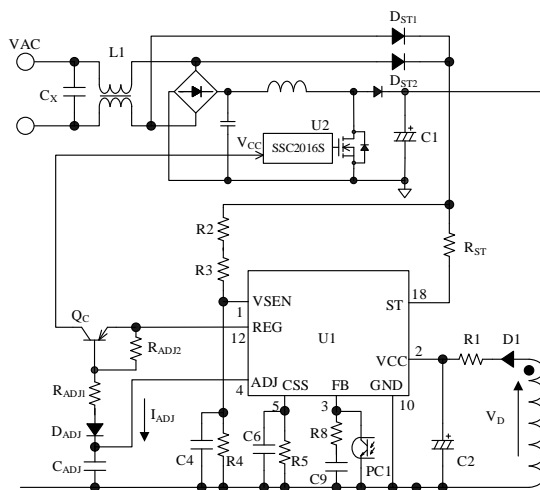
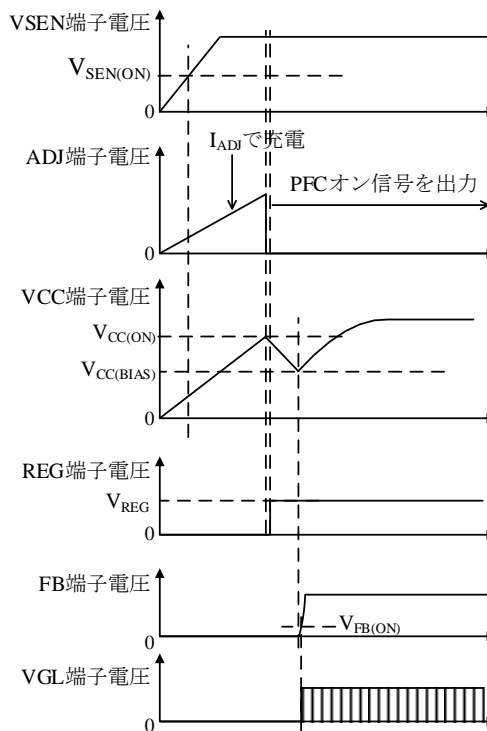

図 8-11 VCC 端子周辺回路
図 8-12 PFC オン/オフ信号を使用する場合の起動動作
VCC 端子周辺回路を図 8-11、起動時の動作波形を図 8-12 に示します。電源は以下のように起動します。
IC が動作すると、VCC 端子への印加電圧は、図 8-11 の補助巻線電圧 V_D を整流平滑した電圧になります。
- 図 8-11 の C2 を大きくする、または R1 を小さくする